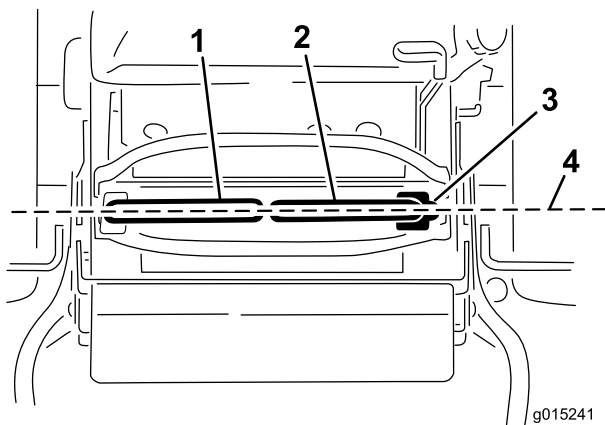

Figure 74
Important: Assurez-vous que l'alignement des roues de la machine est correct après avoir réglé les leviers de commande de déplacement. La procédure est identique pour régler l'alignement des roues et aligner les leviers de commande de déplacement longitudinalement (Figure 74).
- Une fois l'alignement horizontal effectué, vérifiez l'alignement avant/arrière (Figure 74).